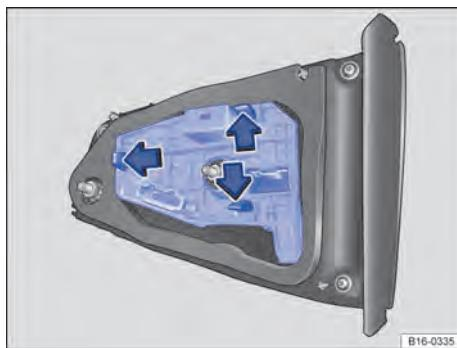

Fig. 186 Na tampa do compartimento de bagagem:
6. Pressionar as tiras de travamento no sentido da seta → Fig. 186 e retirar o suporte da lâmpada.
7. Substituir a lâmpada incandescente queimada por uma lâmpada incandescente nova do mesmo modelo → Fig. 186.